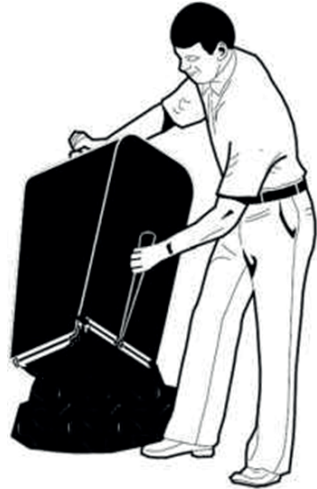

Рис. 22. Опустошение травосборника
Для очистки травосборника от скошенной травы (Рис. 22) необходимо:
5. Удалить траву из травосборника (Рис. 22).